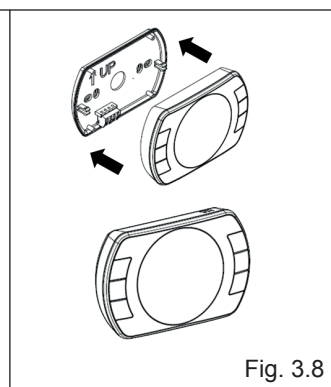

Fig. 3.8
- agganciare la parte superiore del pannello allo zoccolo (fig. 3.8).